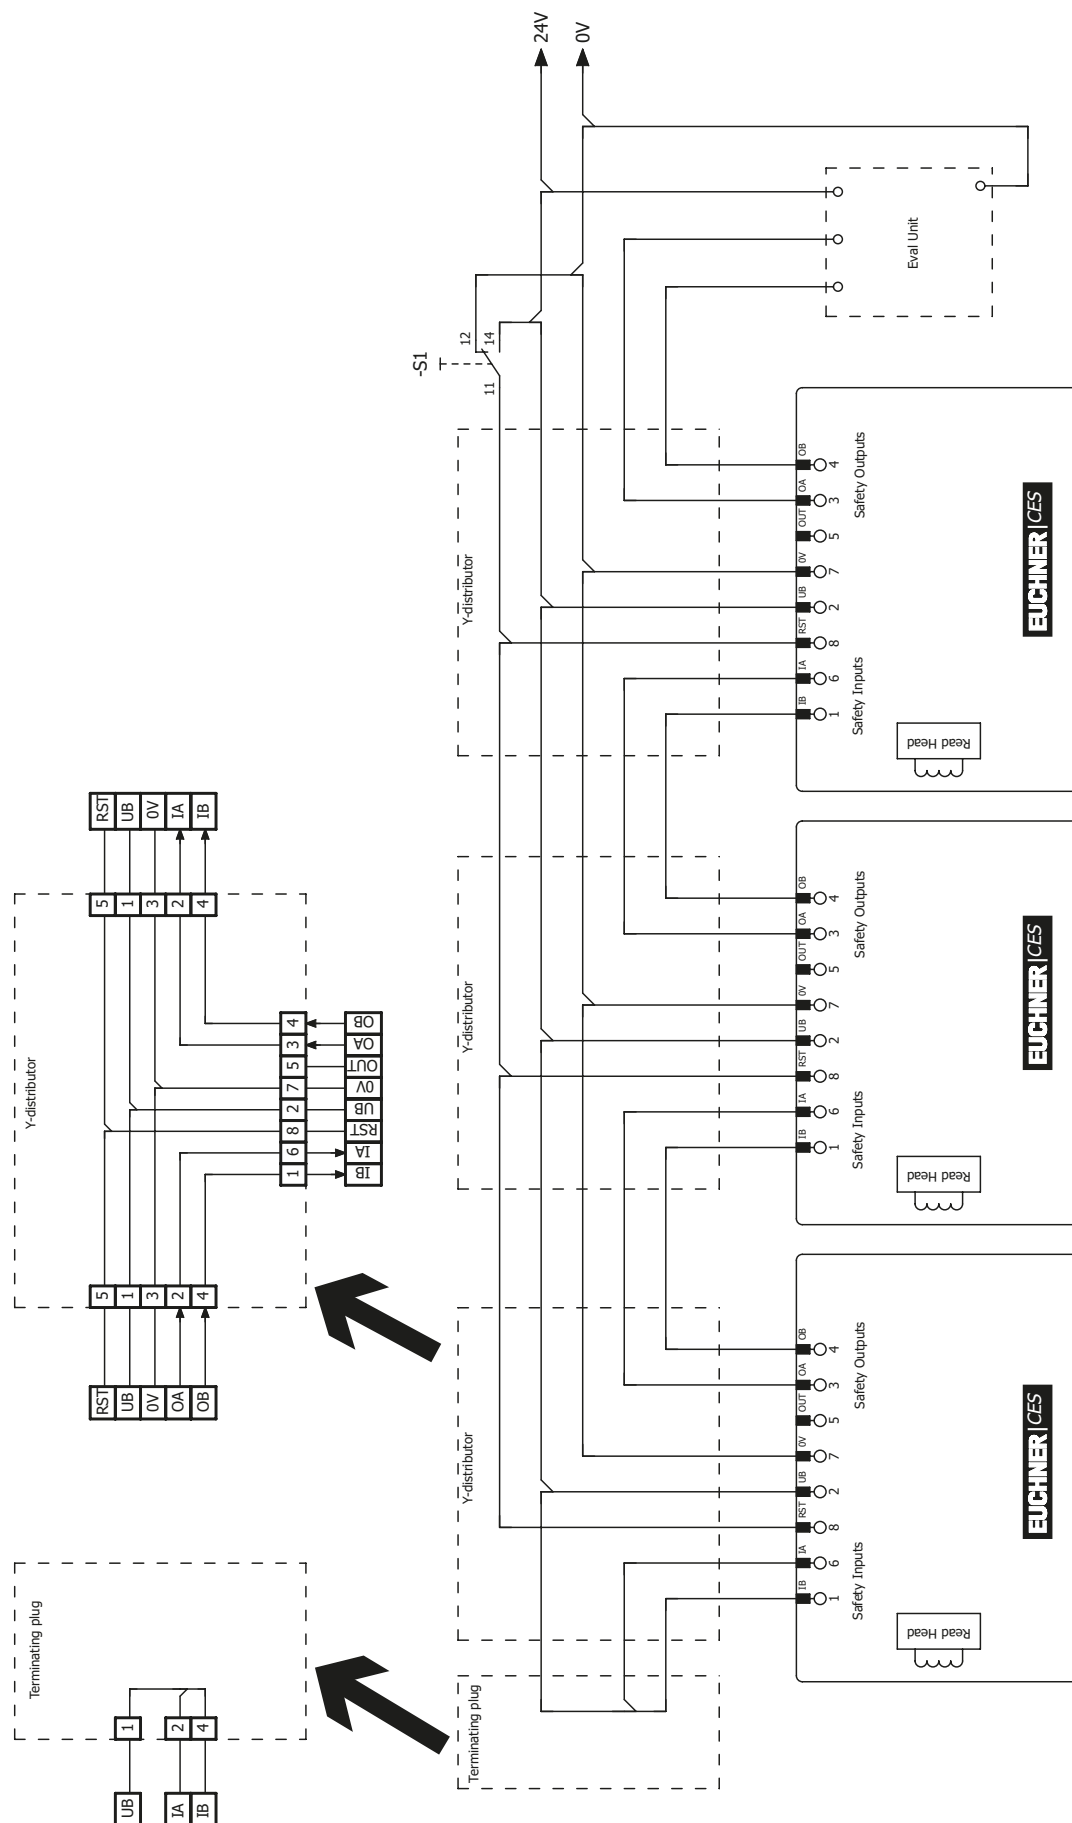

Рис. 4. Пример последовательного подключения с возможностью сброса параметров и переключателем
- › Следует использовать общий сигнал для всех выключателей в одной цепи. Для этого может использоваться переключатель, однако также возможно использование выхода ПЛК. Кнопочный выключатель не подходит, так как во время работы выход RST должен быть всегда соединен с землей (см. выключатель S1 на *Рис. 4 на странице 18*).
Чтобы обеспечить такую возможность, вход RST должен быть подключен так, как показано на *Рис. 4 на странице 18*.